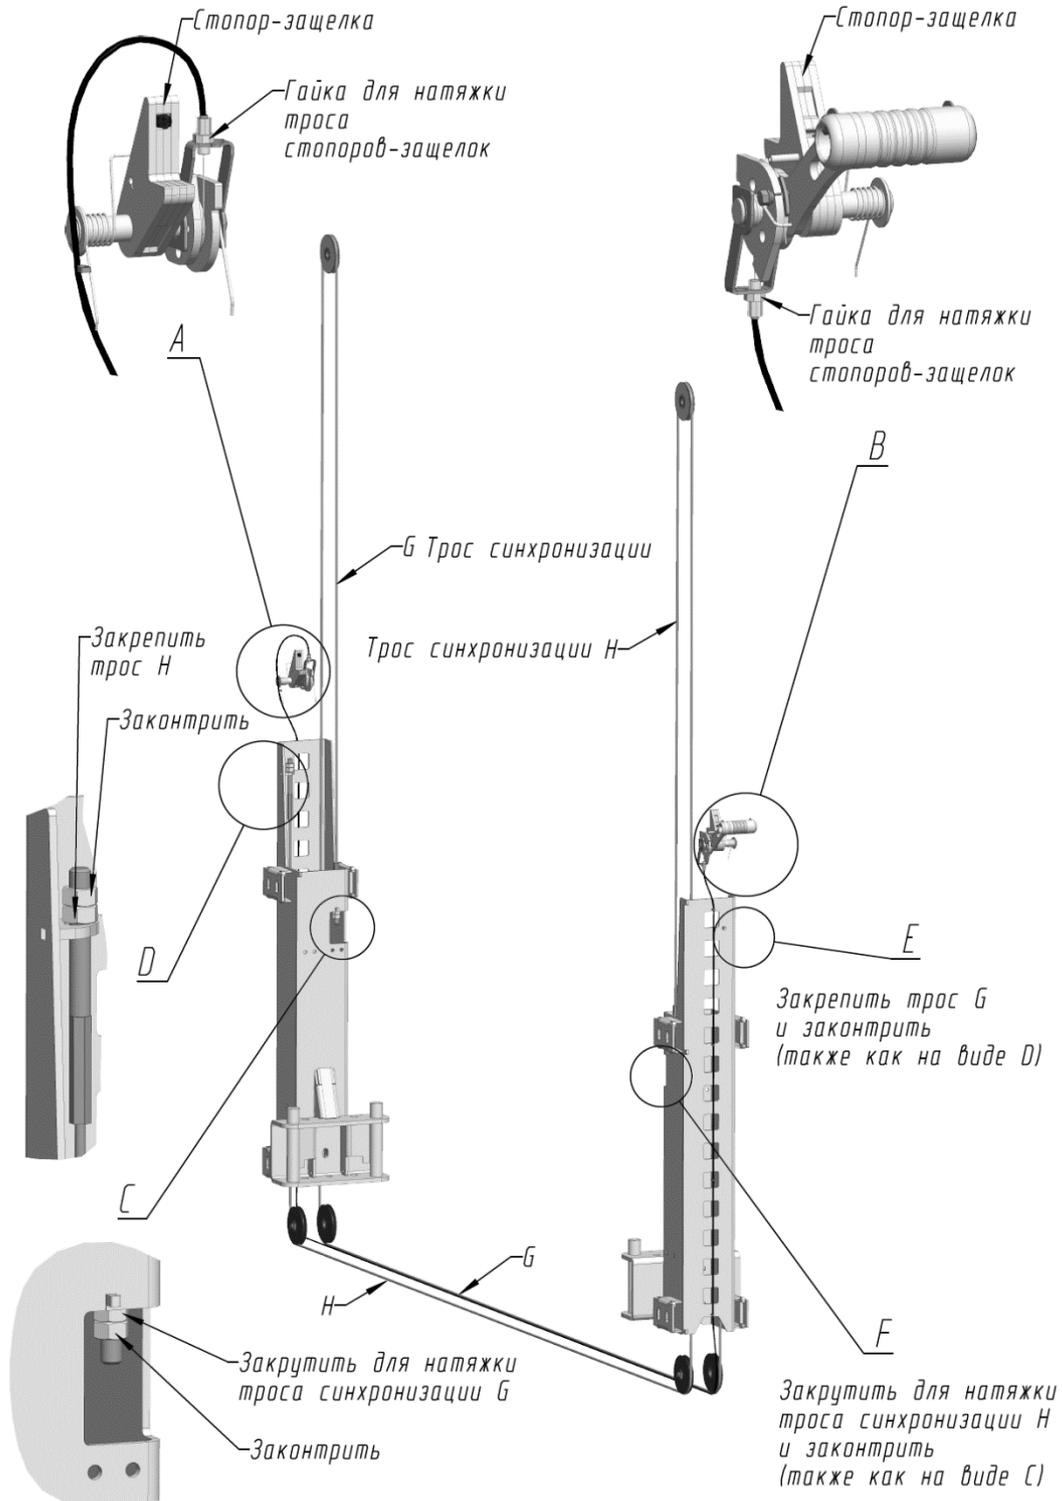

Рисунок 3. Регулировки тросов синхронизации кареток и тросов управления стопорами-защелками
6.3.3 Регулировка тросов синхронизации: одновременное опускание кареток на стопора-защелки. Регулировать гайками в окне передней части кареток (Рисунок 3, вид С и F). После регулировки гайки законтрить второй гайкой. Ход кареток плавный без рывков.
6.3.4 Регулировка тросов управления стопорами-защелками: при полном ходе ручки управления стопорами оба стопора должны выйти из зоны движения каретки и не должны выступать вовнутрь колонны. Регулировать с помощью специальных натяжителей, находящихся на концах оплетки троса (Рисунок 3, вид А и В).